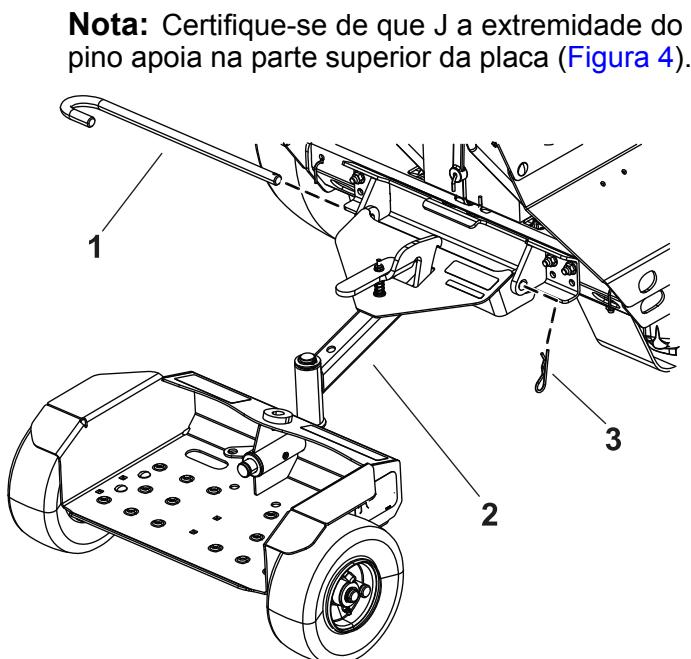

Figura 3
- Instale a plataforma de transporte no suporte utilizando o pino de articulação e perno de gancho (Figura 3).